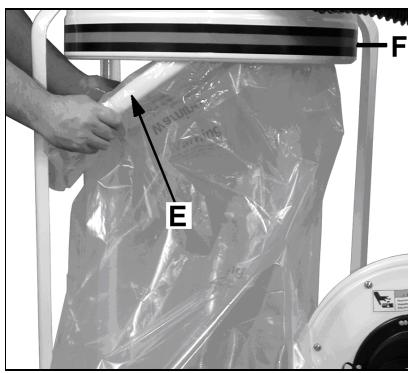

Рис. 10
Вставьте кольцо (E) вместе с мешком с нижней части корпуса под углом. Потяните его вниз, пока оно не встанет в канавку (F, Рис. 10).